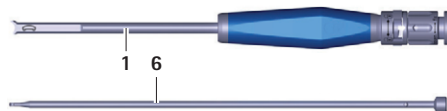

Fig. 12 Instrumento de inserción desmontado
- Extraiga la barra 6 del tubo 1, ver Fig. 12.